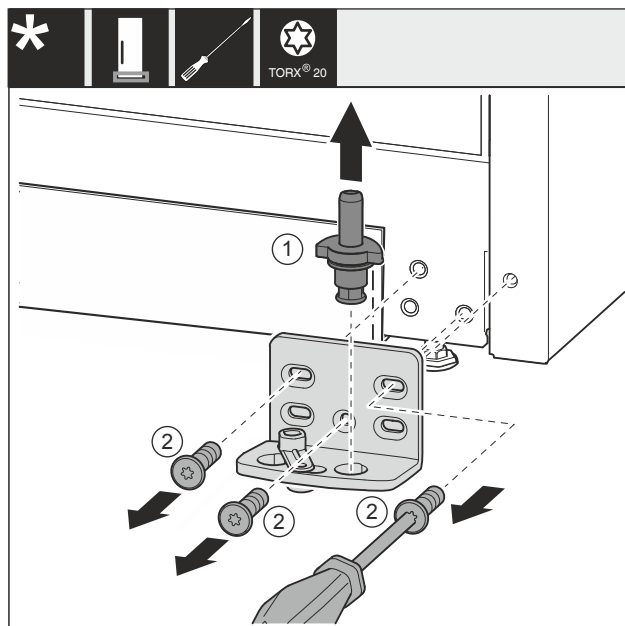

Fig. 34 *
- ▶ Wyjąć kompletny trzpień zawiasu Fig. 34 (1) w górę.*
- ▶ Wykręcić śruby Fig. 34 (2) śrubokrętem i zdjąć płytkę zawiasu.*